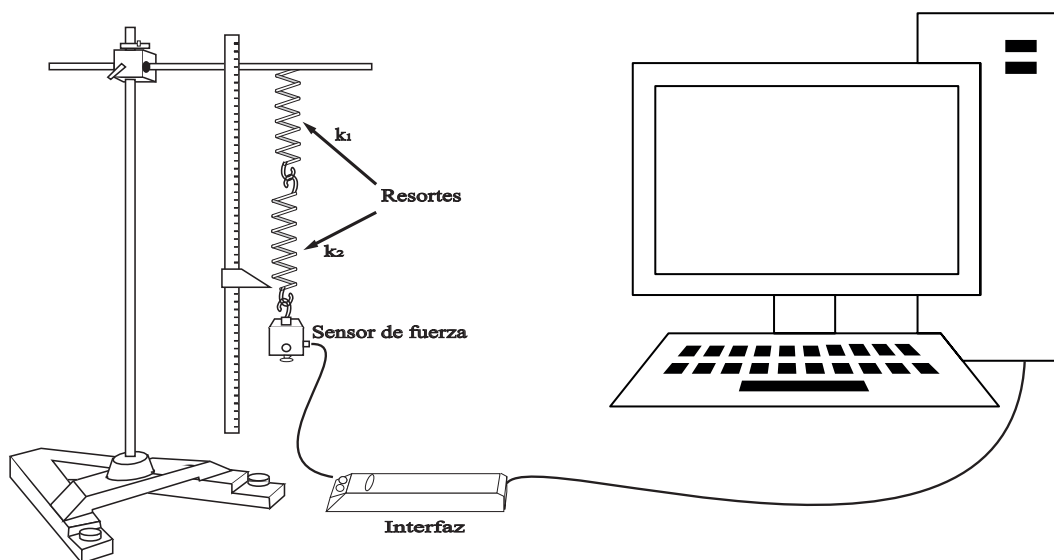

Figura 2.8: Combinación en serie de dos resortes de constantes k_1 y k_2
1. Colgar dos resortes uno seguido de otro, ver Figura 2.8